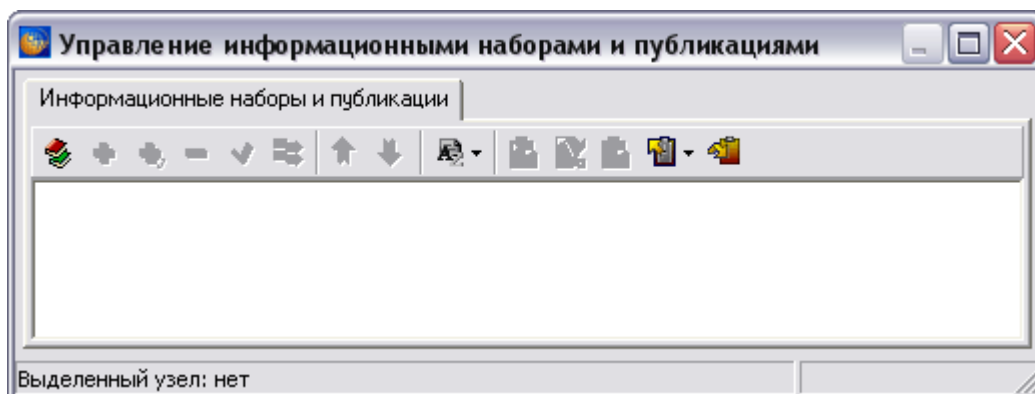

Рис. 8.23
3. В верхней части окна выберите инструмент **Публикации** . После этого откроется диалоговое окно **Управление информационными наборами и публикациями** (Рис. 8.23).